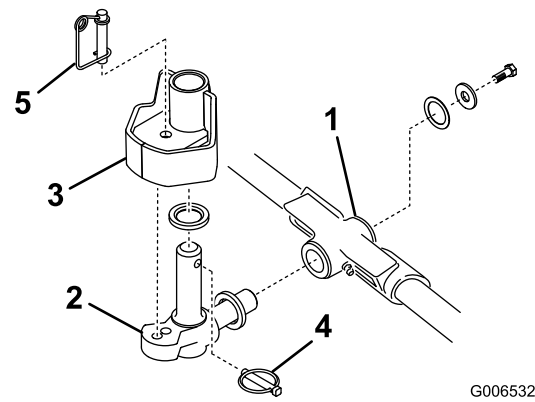

Bild 17
1. Setzen Sie eine Druckscheibe auf die horizontale Welle des Kreuzgelenks, wie in Bild 17 dargestellt.
2. Setzen Sie die horizontale Welle des Kreuzgelenks in das Befestigungsrohr des Trägerrahmens (Bild 17).
3. Befestigen Sie das Kreuzgelenk mit einer Druckscheibe, einer flachen Scheibe und einer Bundkopfschraube am Trägerrahmen (Bild 17).
4. Setzen Sie eine Druckscheibe auf die vertikale Welle des Kreuzgelenks (Bild 17).
5. Falls abgenommen, setzen Sie die vertikale Welle des Kreuzgelenks auf die Hubarmdrehnabe (Bild 17). Führen Sie das Kreuzgelenk zwischen den beiden Zentrierpuffern aus Gummi in die Unterseite der Lenkplatte des Hubarms ein.
6. Setzen Sie den Klappstecker in das Kreuzloch an der Kreuzgelenkwelle (Bild 17).
Hinweis: Wenn Sie eine fixierte Mähwerkstellung wünschen, setzen Sie den Lenksperrstift auf das Befestigungsloch des Kreuzgelenks (Bild 17).
11. Haken Sie den Federdraht unten um den Lenksperrstift (Bild 17).